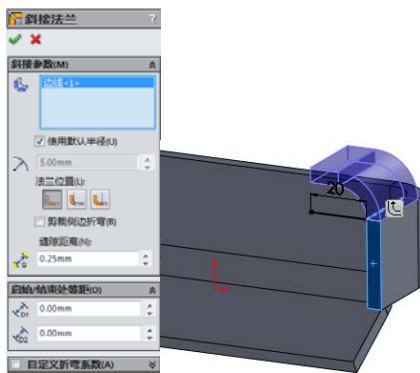

图 7-27 添加斜接法兰特征
(2) 单击“钣金”工具栏中的“斜接法兰”按钮,或执行“插入”→“钣金”→“斜接法兰”菜单命令。系统打开“斜接法兰”属性管理器,如图 7-27 所示。系统随即会选定斜接法兰特征的第一条边线,且图形区域中出现斜接法兰的预览。